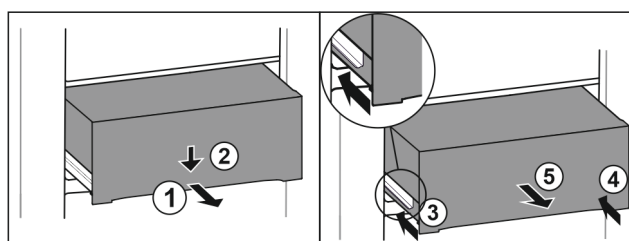

Fig. 173
- Zásuvku napůl vytáhněte. Fig. 173 (1)
- Stlačte zásuvku na přední straně dolů. Fig. 173 (2)
- Zasuňte levou kolejničku přibližně do 2 cm. Fig. 173 (3)
- Zasuňte pravou kolejničku přibližně do 2 cm. Fig. 173 (4)
- Vyjměte zásuvku dopředu. Fig. 173 (5)